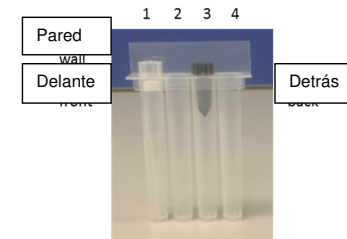

Figura 11: Disposición de los tips en el Tip Cassette.
Controlar que los tips de extracción (1) y de perforación (3), estén posicionados en la secuencia indicada en la figura siguiente (Figura 11).